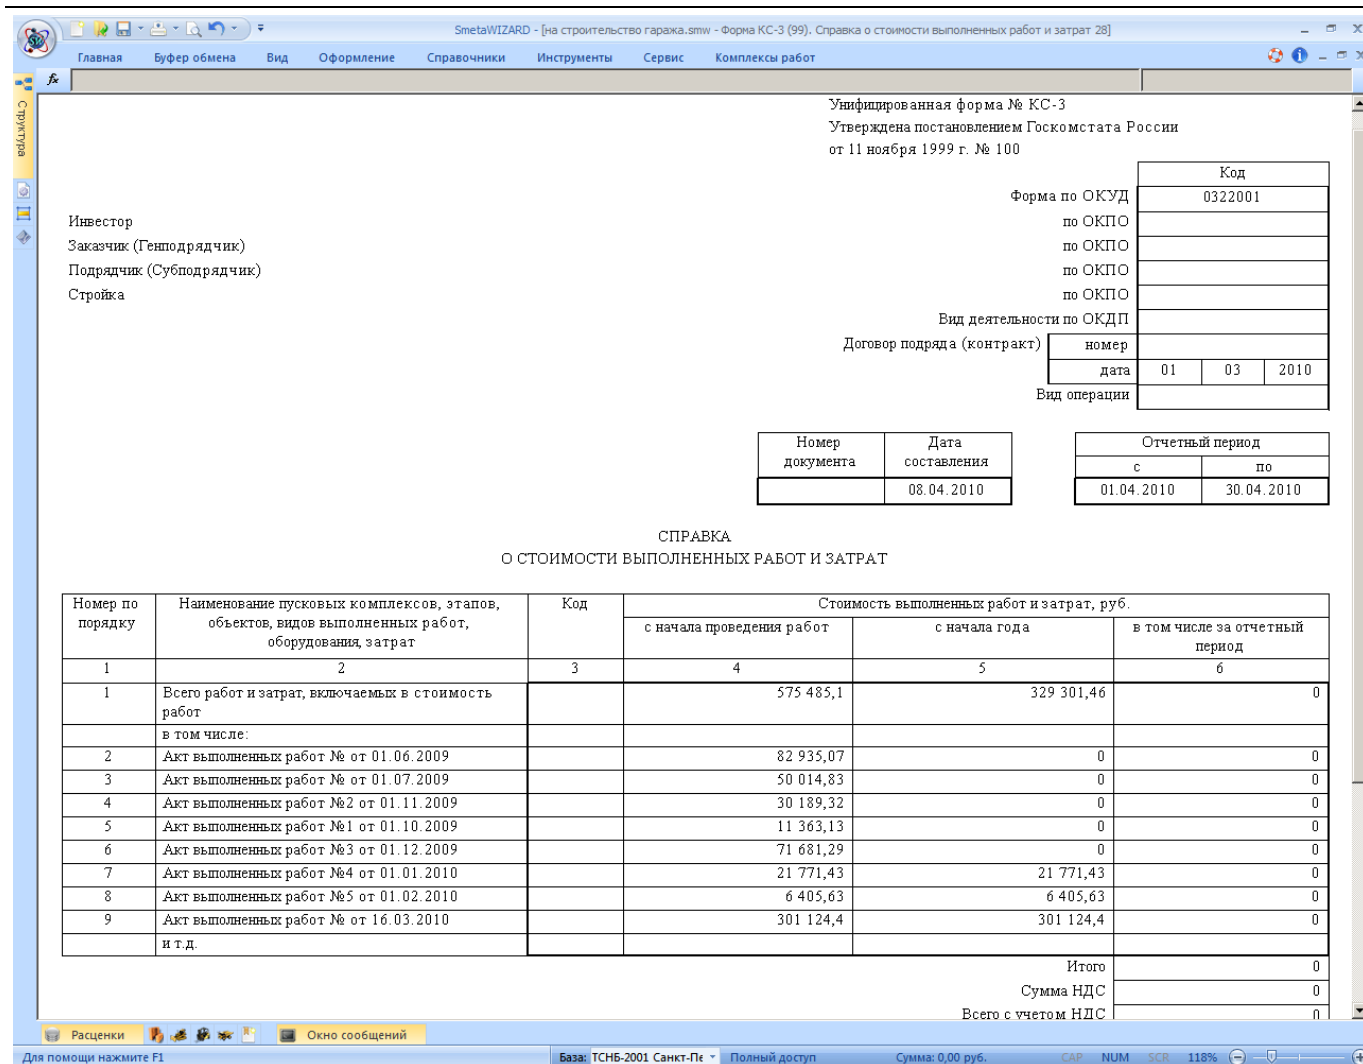

Рис. 4.87 Форма KC-3. Справка о стоимости выполненных работ
*Справка о стоимости выполненных работ* (рис. 4.87) служит для отображения итогов по стоимости выполненных работ: